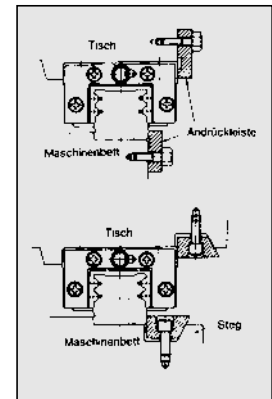

Abbildung 4
1. Zwei parallel bearbeitete Anlagekanten auf dem Maschinenbett und eine Anlagekante für die beiden Führungswagen einer Schiene (bei der LY-Serie und der LA-Serie gilt dies für die Referenzschiene) am Maschinentisch. Es können zusätzlich geeignete Anpreßvorrichtungen (Abb. 4) für Schiene und Wagen angebracht werden. Ebenso ist es aber auch möglich, die Schienen beim Anziehen der Schrauben z. B. mit einer Schraubzwinde gegen die Anlagekante zu pressen.